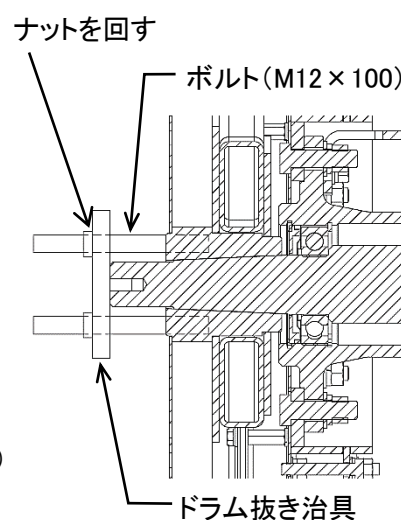
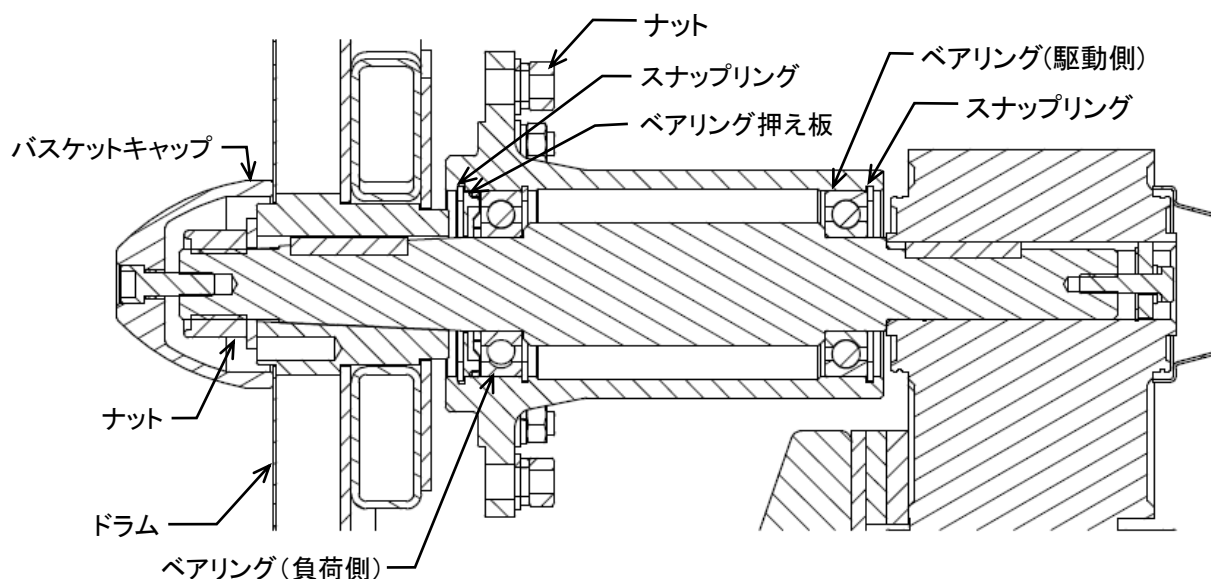

図 9-7
図 9-8
9.3.7 ベアリングケース（図 9-7,図 9-8）
- ・ 右図を参考にドラム抜き治具を取り付けた後にナットを締め込んでドラムを主軸から外してください。(図 9-7)
- ・ ベアリングケースを固定しているナットを取り外し、後方へ抜いてください。(図 9-8)